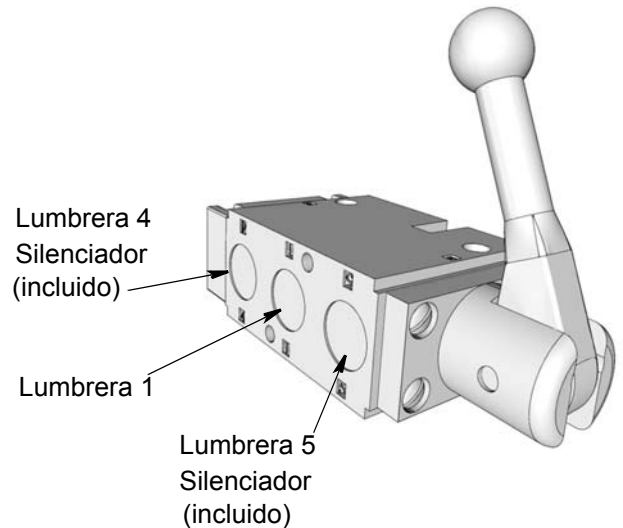

FIG. 13
- a. Conecte la lumbrera 1 a la línea de suministro de energía neumática (FIG. 13).